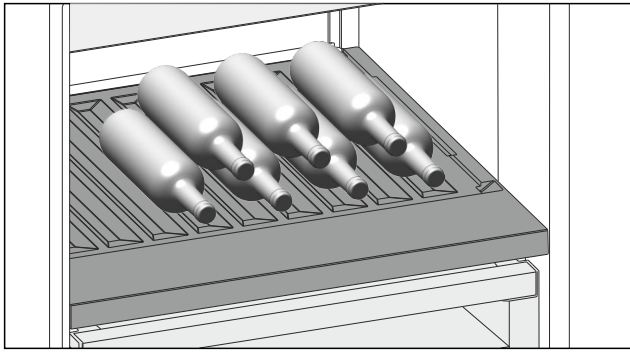

Fig. 110
- Placer les bouteilles avec le fond orienté vers la paroi arrière de l'appareil. (voir Fig. 110)